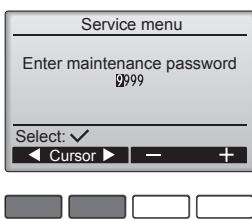

Fig. 6-2
① Выберите в главном меню пункт “Service” (Сервисное обслуживание) и нажмите кнопку ②.
② При выборе сервисного меню появится окно с запросом пароля. (Fig. 6-2)